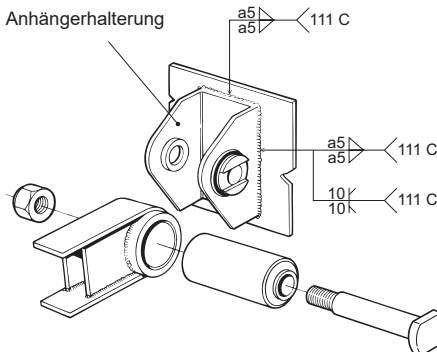

Abb. 2
- Die ausgerichteten Zugdeichselhalterungen entsprechend dem c/c-Maß am vorderen Querträger des Anhängers anheften. Anschließend alle Seiten Zugdeichselhalterungen rundum verschweißen. Siehe Abb. 2. Geeignete Elektrode: nach ISO E515B120 20 H oder AWS E 7018 oder vergleichbar.